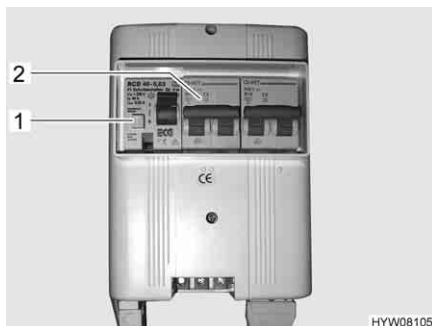

Fig. 85 Scatola dei fusibili a 230 V con interruttore di sicurezza e interruttore automatico FI
La rete di bordo a 230 V è protetta da un interruttore di sicurezza bipolare (Fig. 85,2) con interruttore di sicurezza per correnti di guasto (interruttore automatico FI) (Fig. 85).
- Se il veicolo è collegato all'alimentazione a 230 V, premere il tasto di controllo (Fig. 85,1). L'interruttore di sicurezza deve scattare.